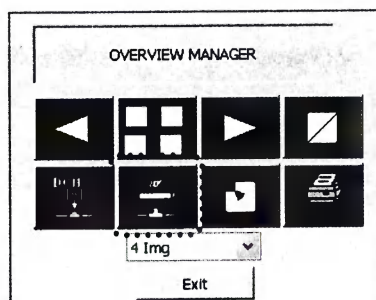

Рисунок 142
– отправьте его на принтер, используя команду **Печать** в меню **Менеджер общего вида** (см. рисунок 142).